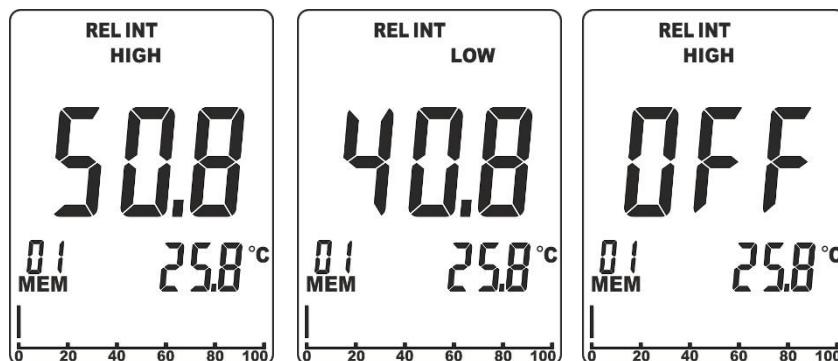

Fig. 6: Configuration des seuils d'alarme pour mesures MOI INT et MOI EXT
1. Appuyer simultanément, pendant quelques secondes, sur les touches **MOI** et **MODE/ZERO**. Le symbole « **HIGH** » est affiché en haut de l'écran (voir Fig. 6 – à gauche)
2. Utiliser les touches flèche **◀ ou ▶** pour configurer la valeur de seuil Maximum dans le champ : **0,1% à 99,9%**. Dans ces conditions, l'instrument émettra un son **continu** pour signaler que la valeur d'humidité mesurée est supérieure au seuil paramétré. Sélectionner l'option « **OFF** » pour désactiver l'alarme (voir Fig. 6 – à droite)
3. Appuyer sur la touche **MEM/ALM** pour confirmer et passer à la configuration du seuil Minimum. Le symbole « **LOW** » est affiché en haut de l'écran (voir Fig. 6 – au centre)